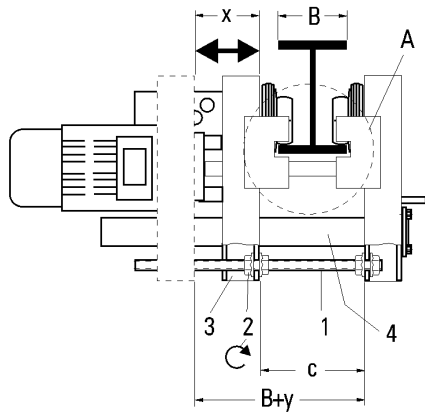

Figura 3-6 Espacios libres de polipastos con trole, 2 a 10 toneladas
- 2) Antes de intentar instalar el polipasto con trole, revise el ancho de la viga y la dimensión “c” (consulte la Figura 3-6). Consulte la Tabla 3-1 para ver los valores de las dimensiones. Si no es necesario realizar el ajuste, continúe con la Sección 3.4.1 \(paso 8\). Si el ajuste es necesario, siga con el paso 3 a continuación.
- a. En el lado del motor del trole del polipasto (el lado más cercano a los contrapesos rectangulares largos), afloje las tuercas (2) de los dos ejes roscados (1) del polipasto con trole. **NO** afloje las tuercas más cercanas al polipasto. **NUNCA** mueva el lado del polipasto del trole (consulte la Figura 3-6 y la Figura 3-11).
- b. Con las tuercas (2) aflojadas lo suficiente como para permitir el movimiento del bastidor del trole, mueva el lado del motor del trole del polipasto hacia afuera o hacia adentro deslizándolo para encontrar el ancho de patín deseado. Ajuste las tuercas (2) con una llave dinamométrica a 155 lb-pie (210 Nm) (consulte la Figura 3-6 y la Figura 3-11).
- b. Antes de intentar instalar el polipasto con trole, revise el ancho de la viga y la dimensión “c” (consulte la Figura 3-6). Consulte la Tabla 3-1 para ver los valores de las dimensiones. Ajuste el ancho del patín si es necesario (consulte la Sección 3.4.1, paso 6).